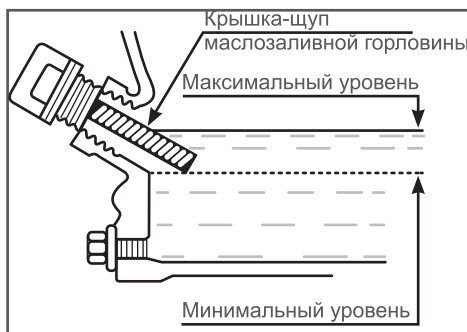

Рис. 23 Проверка уровня масла в картере
Максимальный уровень масла в картере соответствует нижней кромке заливного отверстия (Рис. 23).
4. Аккуратно извлеките щуп и осмотрите его. Уровень масла должен соответствовать верхней отметке на щупе. При недостаточном уровне масла в картере необходимо долить чистое масло до верхней отметки на щупе, что соответствует нижней кромке заливного отверстия (Рис. 23).